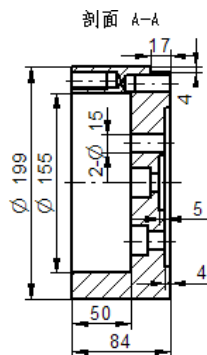

图 10.3.29 标注全剖视图尺寸 3
(3) 单击“前缀”按钮 , 在  下面的文本框“%DI”前面输入“2-”, 然后标注图 10.3.29 所示的直径尺寸。